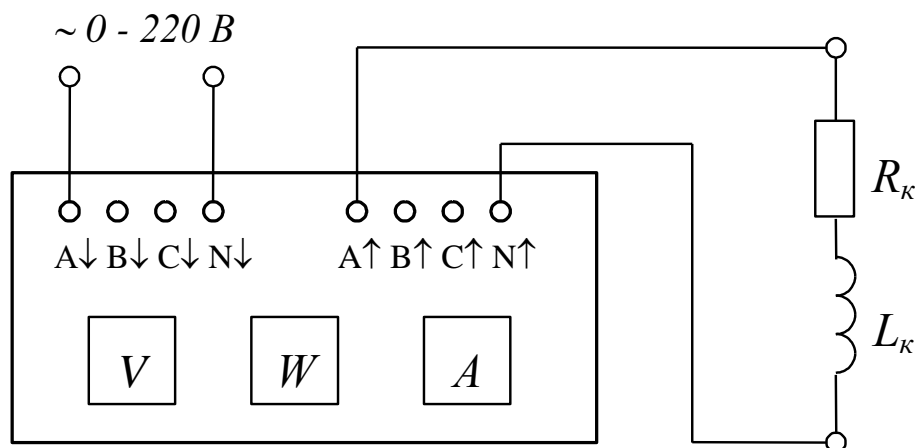

Рис. 4
2. Определить параметры катушки индуктивности (панель № 4), подключив ее к измерительному комплексу K540 (рис. 4).